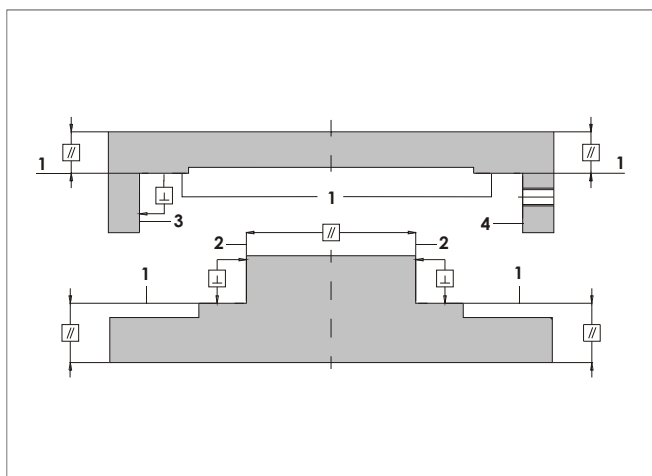

Figure 1
Les tolérances des surfaces de montage Fig. 1 (1), (2) et (3) doivent correspondre aux tolérances de fabrication des guidages longitudinaux.
Une surface finement fraisée suffit pour le côté approche Fig. 1 (4).
- Si possible, toutes les ouvertures de fixation doivent être percées dans les surfaces d'appui Fig. 1 (1) d'après les ouvertures de fixation des guidages longitudinaux. Les éventuels écarts possibles peuvent ainsi être compensés à l'aide d'un gabarit de perçage.